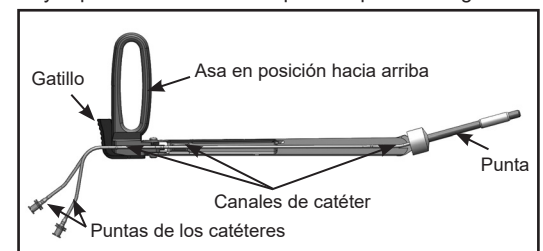

Figura 1
2. Compruebe que los catéteres de la punta están asegurados en los canales de catéter del mango (consulte la figura 1).
El mango RUMI II está pensado para ser usado siempre con el asa en posición hacia arriba (ver Figura 1).